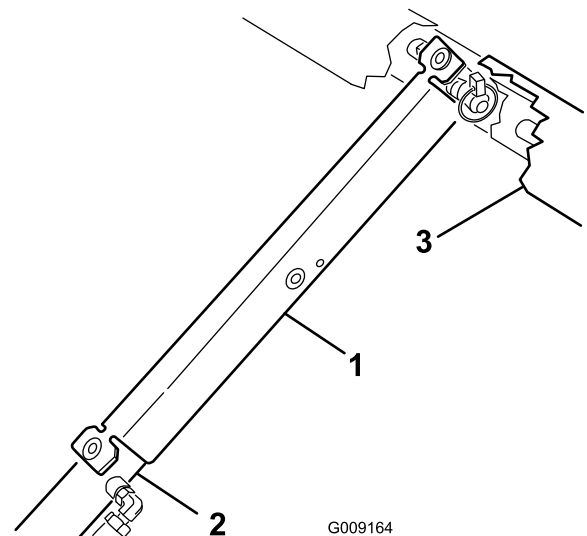

図 98
9. サポートをシリンダロッドにはめ込み、サポートの端部でシリンダバレルの端と昇降シリンダのロッドの端を確実に支える 図 98。